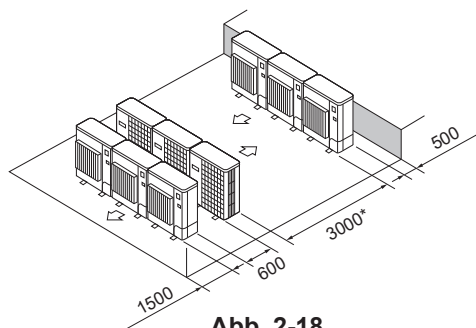

Abb. 2-18
- (6) Mehrfachanlagen in paralleler Anordnung (Abb. 2-18)